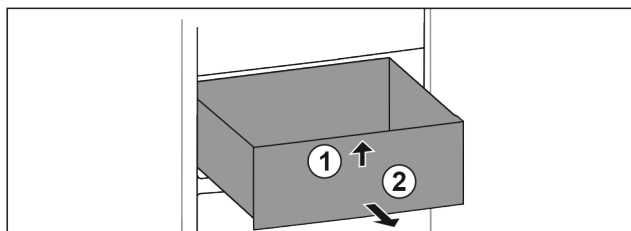

Fig. 70
- Lade aan de voorkant optillen. Fig. 70 (1)
- Lade naar voren toe verwijderen. Fig. 70 (2)